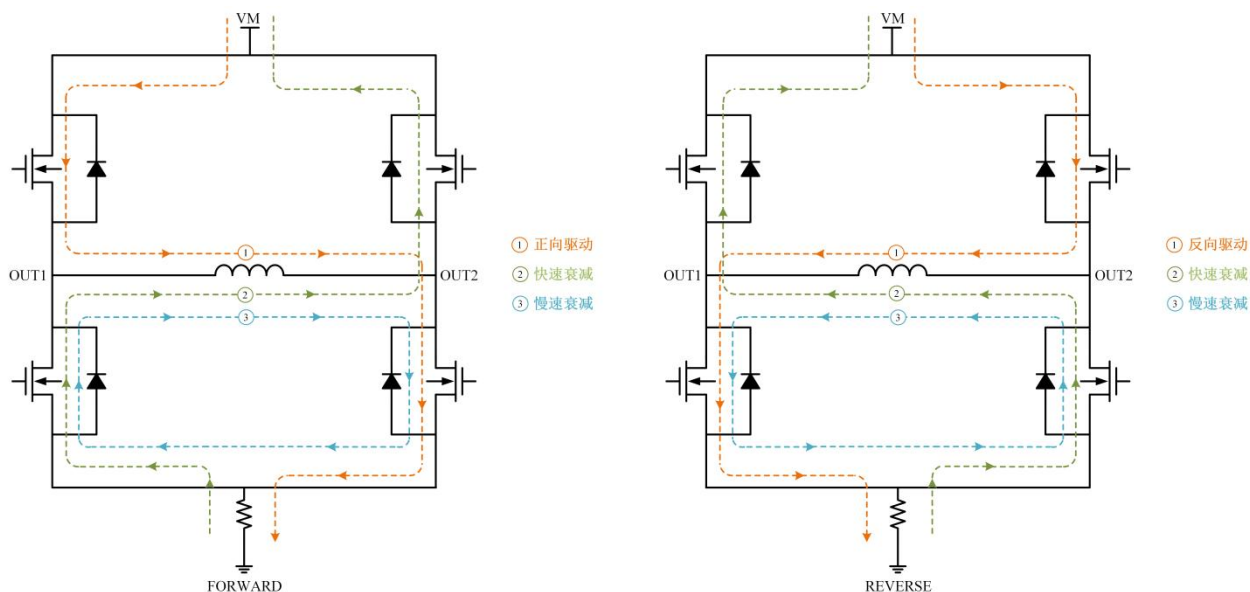

图 3. CS5830BO H 桥驱动电流路径图
例如, 当 $V_{REF}=3V$, 并且 $R_{ISEN}=0.2\Omega$ 时, 无论电机扭矩如何变化, CS5830BO 始终会将电机的峰值电流限制在 1.5A。当 CS5830BO 输出端的峰值电流达到 I_{TRIP} (A) 时, 将开启电流混合衰减模式: 在固定的关断时间 (t_{OFF} , 通常为 $25\mu s$) 内, 前 50% 的 t_{OFF} 时间采用快速衰减模式, 剩余 50% 的 t_{OFF} 则切换至慢速衰减模式。该过程中 H 桥的电流路径可参考图 3。